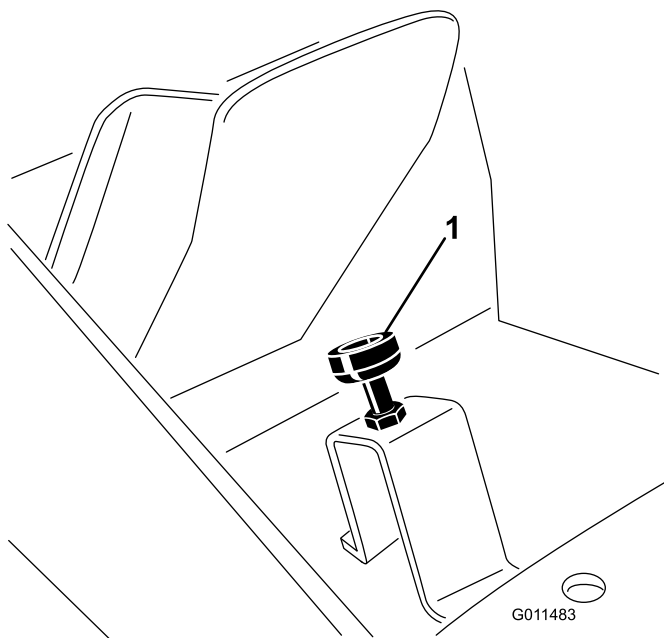

Figura 73
- Premete a fondo il pedale di comando della trazione fino a che raggiunga la fine corsa (Figura 73). Potrebbe essere necessario allentare i controdadi e abbassare il freno per raggiungere la fine corsa.
3. Rilasciate il pedale della trazione e regolate il freno di un altro mezzo giro cosicché il pedale tocchi il freno appena prima che si raggiunga la fine corsa; successivamente serrate i controdadi (Figura 73).